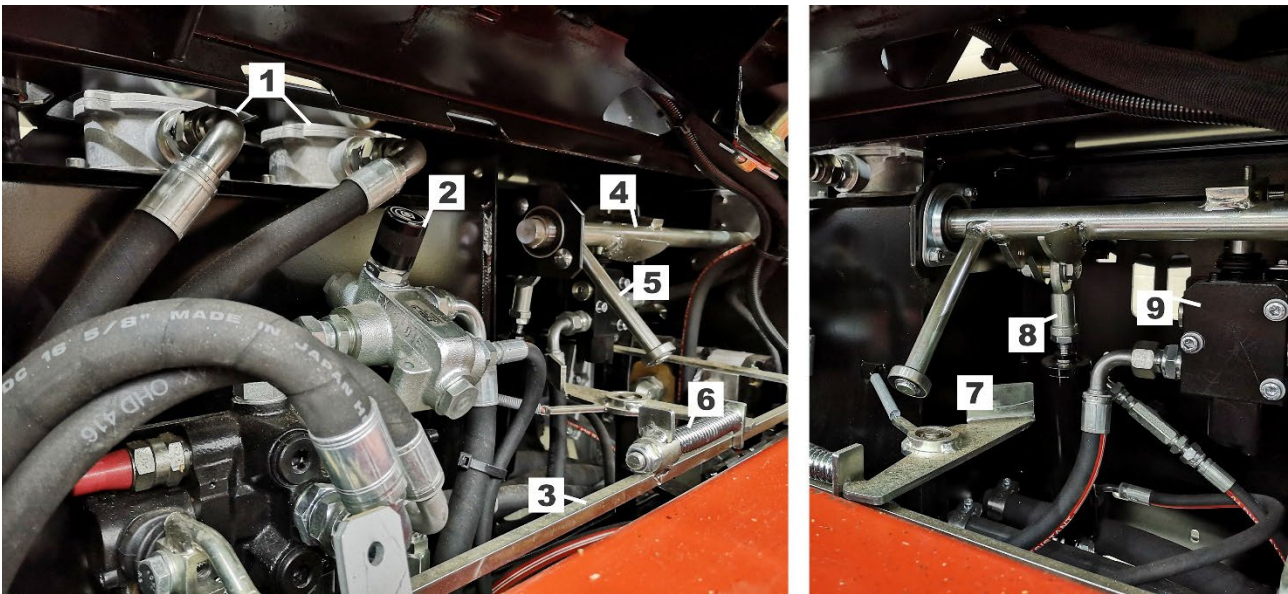

Figure 24
- ❑ Le cylindre 8 (fig. 24) fait basculer l'arbre multifonctionnel 4 (fig. 24) vers l'arrière, ce qui fait également basculer le déclencheur de lancement 5 vers l'arrière.